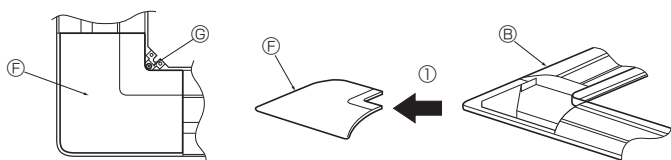

Fig. 8-4
8.2.2. Πώς αφαιρείται το γωνιακό πλαίσιο (Fig. 8-4)